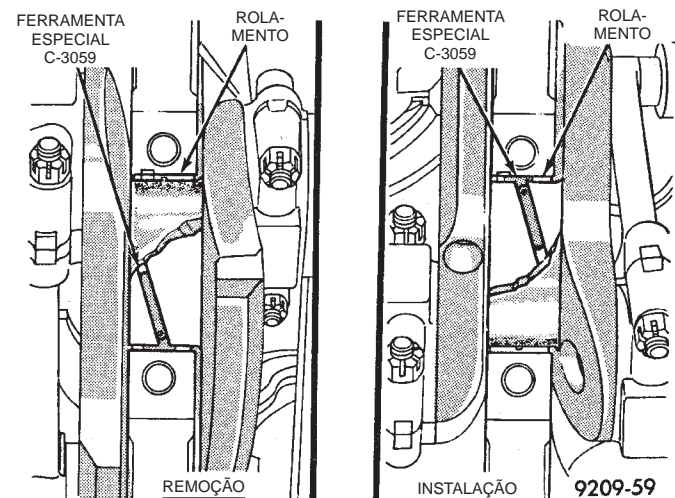

Fig. 43 Remoção e Instalação do Rolamento Principal Superior com a Ferramenta C-3059
(1) Remova o cárter de óleo.
(2) Remova a bomba de óleo da tampa de rolamento principal traseiro.
(3) Identifique as tampas de rolamento antes da remoção. Remova as tampas de rolamento uma de cada vez.
(4) Remova a metade superior do rolamento inserindo a Ferramenta do Removedor/Instalador do Rolamento Principal do Eixo de Manivelas C-3059 no orifício de óleo do eixo de manivelas (Fig. 43).
(5) Gire lentamente o eixo de manivelas no sentido horário, forçando para fora a metade superior da blindagem do rolamento.
(1) Trabalhe o rolamento no lugar e insira a Ferramenta do Removedor/Instalador do Rolamento Principal do Eixo de Manivelas C-3059 no orifício de óleo do eixo de manivelas (Fig. 43).
(2) Gire lentamente o eixo de manivelas no sentido anti-horário deslizando o rolamento na posição adequada. Remova a Ferramenta C-3059.